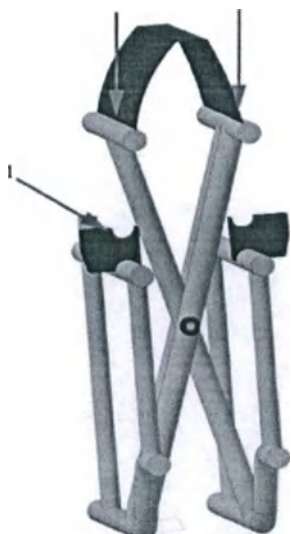
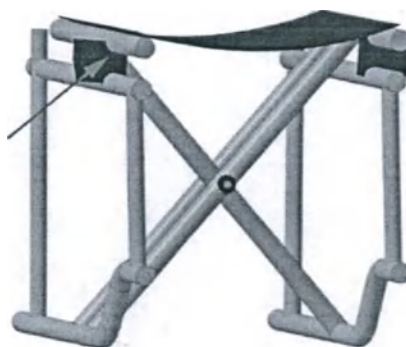

Рис.1.5
Рис.1.6
5.4.1 Рама кресла изготовлена из металла с порошковым напылением. Коляска поставляется в сложенном виде. Для того что бы разложить раму коляски нажмите на трубы сиденья как показано на рис.1.5. Важно, чтобы трубы попали в ловители на раме (поз.1, рис.1.5). Труба должна полностью войти в ловитель как показано на рис.1.6